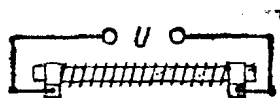

图 1—1
1. 一电热器由直径为0.4毫米和长度28米的康铜丝制成(图1—1), 求电热器的电阻值大小。